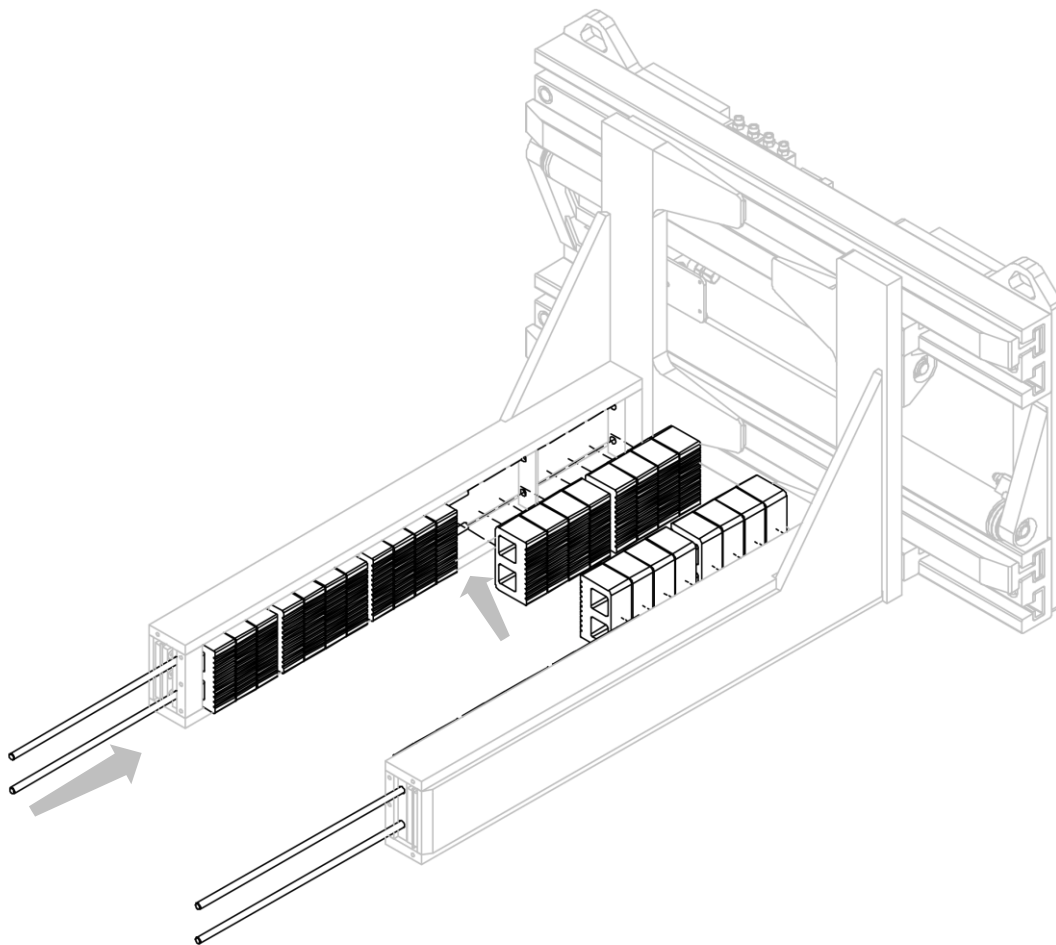

Figura 18
2. Posizionare nelle apposite sedi i perni di fissaggio prestando attenzione a inserire nel mentre i tasselli in poliuretano (vedi *Figura 18*).